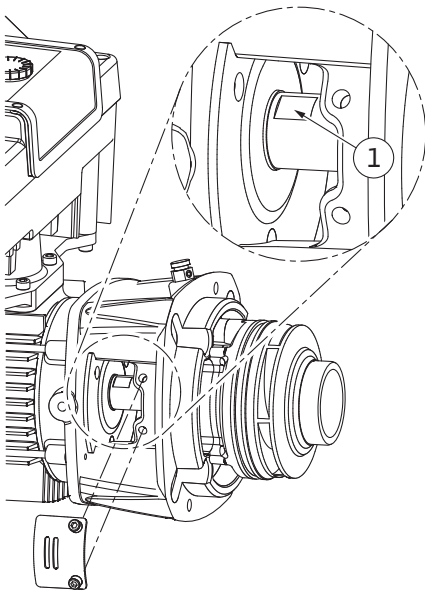

Fig. 105: Поверхні на валу під ключ
14. Ріжковий гайковий ключ (розмір 22 мм) завести у віконце ліхтаря й захопити вал за поверхні під ключ (Fig. 105, поз. 1). Викрутити гайку робочого колеса (Fig. I, поз. 22). Робоче колесо (Fig. I, поз. 21) автоматично знімається з вала.
3. Ріжковий гайковий ключ (розмір 22 мм) завести у віконце ліхтаря й захопити вал за поверхні під ключ (Fig. 105, поз. 1).
10. Ріжковий гайковий ключ (розмір 32 мм) завести у віконце ліхтаря (Fig. IV, поз. 38) і захопити вал за поверхні під ключ (Fig. 105, поз. 1). Змонтувати робоче колесо з підкладною шайбою (підкладними шайбами) і гайкою. Затягнути гайку. Не допускати пошкодження ковзаючого торцевого ущільнення через перекошування.